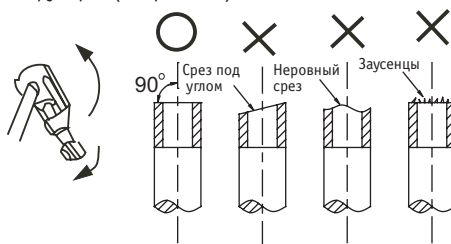

Рис. 6-5
1. Для резки труб используйте труборез (см. рис. 6-5).